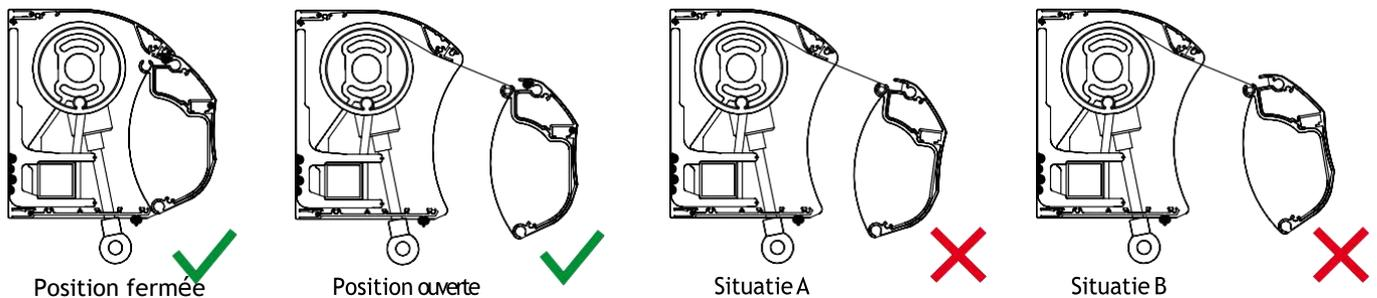

fig. 6.1 Position de la latte frontale
La position correcte est atteinte dès que la latte frontale et les coiffes supérieure et inférieure se joignent parfaitement lorsque la bannière solaire est fermée. Voir figure 6.1.
3. Dans la situation A, desserrez d'abord légèrement le boulon à six pans creux supérieur, puis serrez légèrement le boulon à six pans creux inférieur. Dans la situation B, desserrez d'abord légèrement le boulon à six pans creux inférieur, puis serrez légèrement le boulon à six pans creux supérieur. Voir figures 6.1 et 6.3